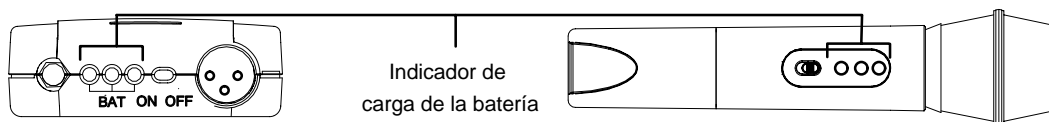

FIGURA 9
2. Observe los tres LED del indicador de carga de la batería (Figura 9). Compruebe que uno de los LED esté iluminado. El tiempo de funcionamiento que le queda a la batería se indica según el LED que se encienda, como se indica en la tabla siguiente: